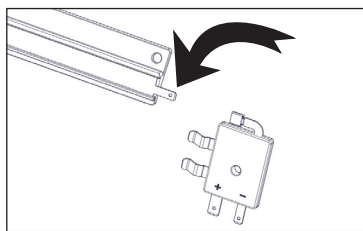

Fig. 4
6. Conecte el contacto de carga a la regleta de (comunicaciones) desaceleración (Fig. 4).
8. En el extremo inferior del riel, deslice el contacto de carga de la Fig. 4 en el lado trasero del riel (Fig. 6). El ensamble encajará firmemente en el portador de regleta de carga.